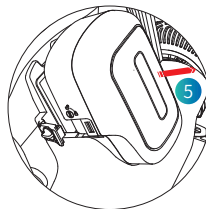

Figura 4.4.1.3
(3) Step 3, rimuovere la batteria nella direzione indicata nella Figura 4.4.1.3.